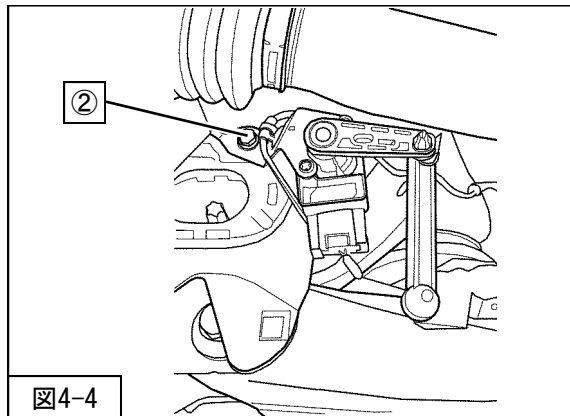

図4-4
7. ②ハイトセンサー取付ボルト (締付トルク : 5N・m) を取付けてください。 (図 4-4)